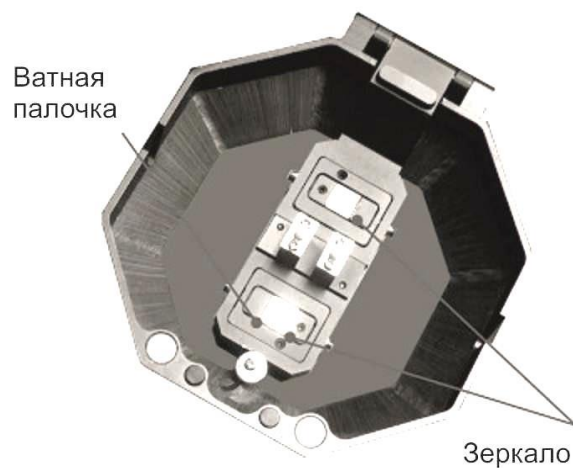

Рис. 4-4.
- 1) Очистите поверхность зеркал с помощью тонкого тампона, смоченного в спирте, как показано на рис. 4-4. Удалите излишки спирта с помощью сухого ватного тампона.